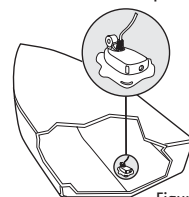

Figure 26
- En règle générale, plus votre bateau est rapide, plus vous devrez placer le transducteur vers l'arrière et près de la ligne d'axe centrale de la coque afin que le transducteur demeure immergé dans l'eau à haute vitesse (Figure 26).
3. Placez le corps du transducteur face vers le bas, à l'emplacement de montage identifié dans la coque, extrémité pointue vers la proue (Figure 26).
5. Appliquez une couche d'adhésif époxyde sur la face du transducteur et à l'intérieur de la coque (Figures 26 et 29).